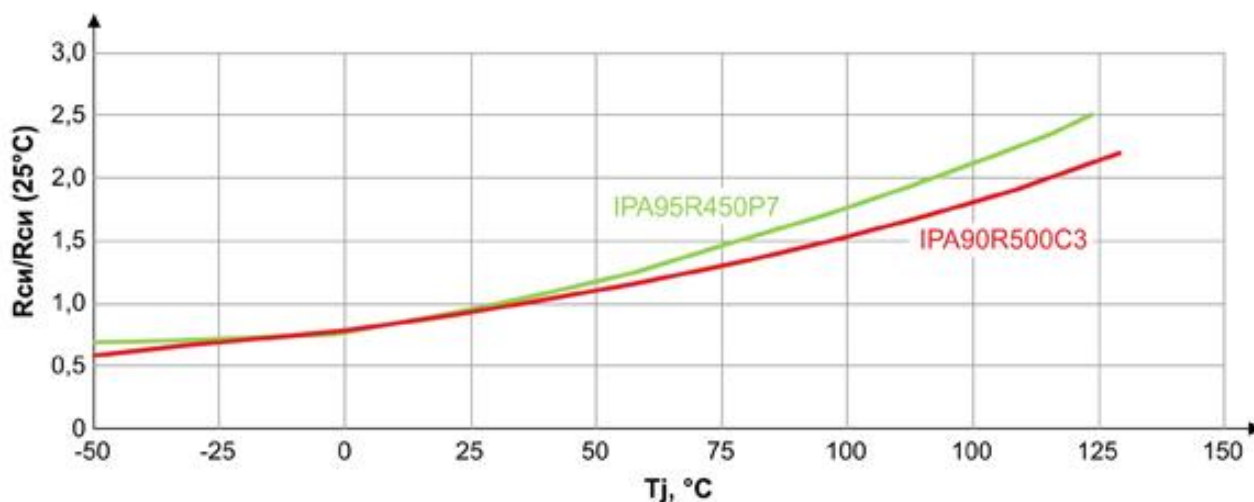

Рис. 6. Сравнение зависимости сопротивлений открытого канала для CoolMOS P7 и CoolMOS C3 [1]
**Снижение сопротивления открытого канала.** Сопротивление открытого канала ( $R_{си}$ ) определяет потери проводимости. При этом важно учитывать зависимость  $R_{си}$  от температуры кристалла. Испытания показывают, что CoolMOS C3 демонстрируют более значительный рост  $R_{си}$  при нагреве по сравнению с CoolMOS P7. Более того, при температуре 80°C сопротивление CoolMOS P7 оказывается на 10% меньше (рисунок 6). При температуре 100°C преимущество достигает 15%.